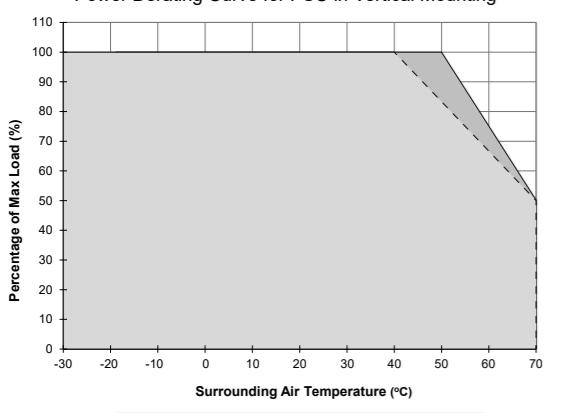

Figure 7
5.4. Temperaturverhalten (Abb. 7)
Sollte die Ausgangsleistung den in Abb. 7 empfohlenen Wert übersteigen, wird das Gerät wegen thermischen Schutzes ausgeschaltet, d.h. die Ausgangsspannung wird in den Latsch-Aus-Modus geführt, bis die Temperatur der Komponenten abkühlt und der Wechselstrom zurückgeführt wird.
Betriebstemperaturbereich (Umgebungstemperatur) -30°C bis +70°C (Leistungsherabsetzung gemäß Abb. 7)